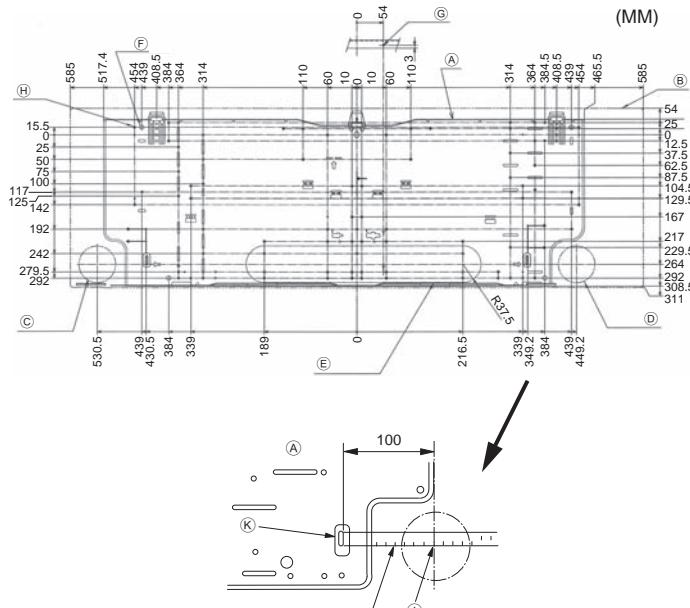
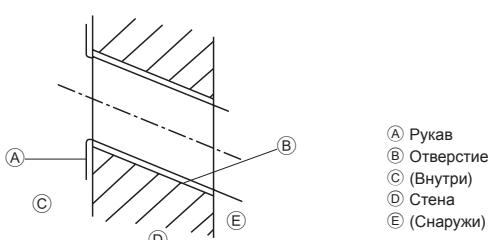

Рис. 3-2
Рис. 3-3
■ PKFY-P-VKM-E (Рис. 3-2)
- (A) Монтажная плита ①
- (B) Внутренний блок
- (C) Отверстие нижней левой задней трубы (ø75-ø80)
- (D) Отверстие нижней правой задней трубы (ø75-ø80)
- (E) Отверстие заглушки для левого заднего отверстия (75 × 480)
- (F) Отверстие для болта (отверстие 4-ø9)
- (G) Центральное измерительное отверстие (отверстие ø2,5)
- (H) Отверстие для болта-самореза (отверстие 75-ø5,1)
- (I) Центр отверстия
- (J) Совместить линейку с линией.
- (K) Вставить линейку.
3.2.2. Сверление отверстия для труб (Рис. 3-3)